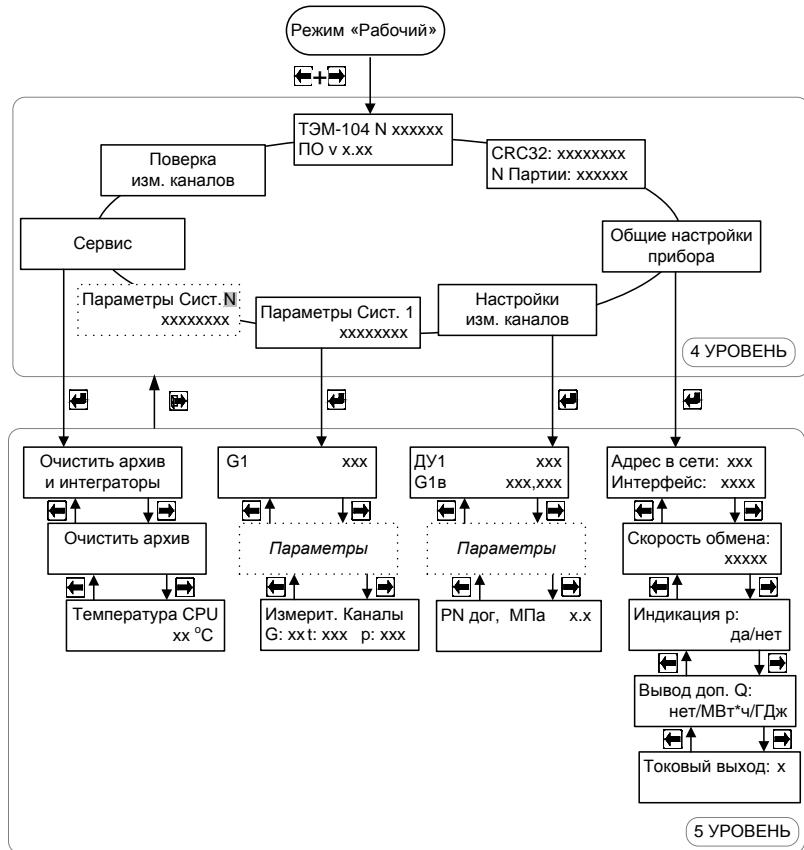

Рис. 7.3
7.4.1 Для входа в режим работы теплосчетчика «Настройки» необходимо, находясь в любом меню режима «Рабочий», **одновременно нажать кнопки «влево» и «вправо»**. Порядок перехода между окнами в режиме «Настройки» изображен на рис. 7.3.